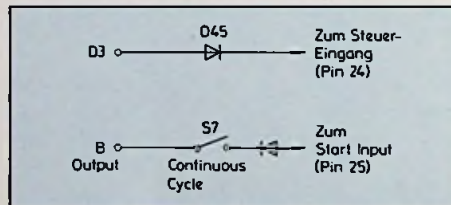

Bild 3: oben) Bei 60-Hz-Betrieb wird D 45 entfernt. unten) Zusatz für kontinuierlichen Betrieb
- Wegen der sehr geringen Stromaufnahme von typisch 1,4 mA (Bild 3) sind bis zu vier elektronische Wecker an eine Rufleitung anschließbar.
Bild 3: Typische Abhängigkeit der Stromaufnahme I_s von der Speisespannung hat für das einwandfreie Ansprechen der Schaltung eine Hysterese. Die Ansprechspannung U_{AN} liegt bei 12,6 V, die Abschaltspannung U_{AB} bei 8,4 V. Maximal darf $U_s = 28$ V betragen